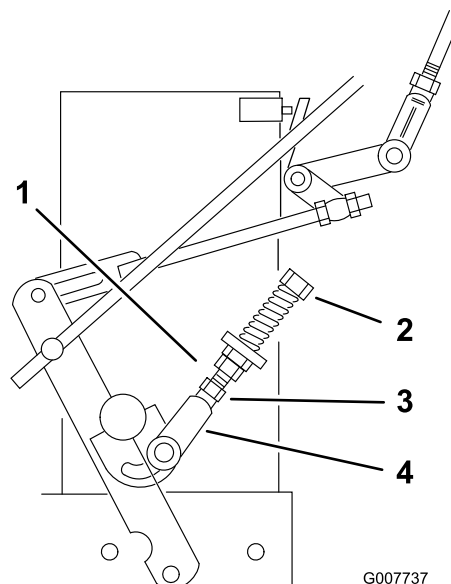

Рисунок 31
9. Если колеса вращаются при удерживании рычага привода в нейтральном положении, требуется регулировка рычажного механизма управления нейтральным положением (Рисунок 31). Если колеса остановились, перейдите к пункту 12.
10. Ослабьте гайку на вилке рычажного механизма управления нейтральным положением (Рисунок 31).
11. Отрегулируйте рычажный механизм управления нейтральным положением так, чтобы ведущие колеса остановились, когда рычаг привода прижимается к пружине нейтрального положения (Рисунок 31).
12. Поверните регулировочный болт приблизительно на 1/4 оборота по часовой стрелке, если колесо вращается в обратном направлении, или приблизительно на 1/4 оборота против часовой стрелки, если колесо вращается в прямом направлении (Рисунок 31).